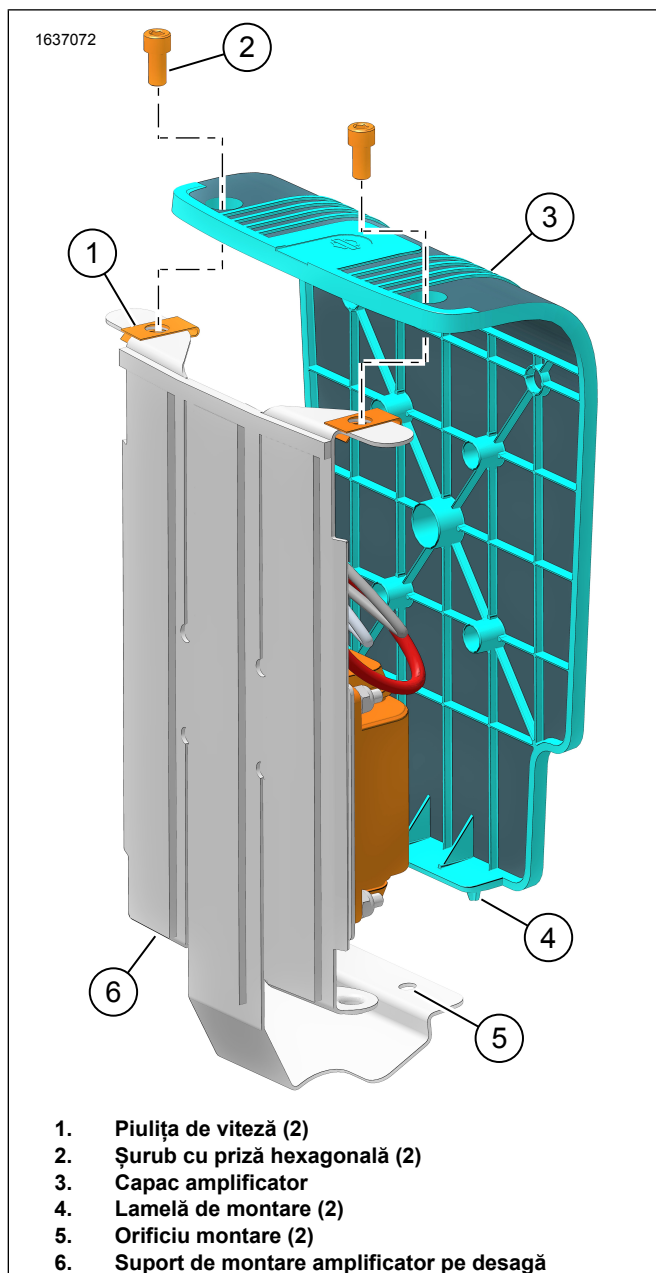

Figura 14. Capac amplificator
17. A se vedea figura 14. Montați capacul amplificatorului (3).
18. Montați șuruburile (2). Strângeți.